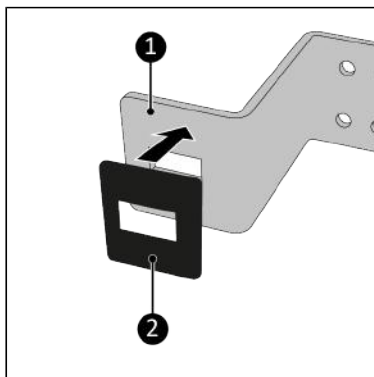

Figure 161.
6. Collez le papier de verre (Figure 161, pos. 2) à l'intérieur de la partie inférieure du support (Figure 161 pos. 2).